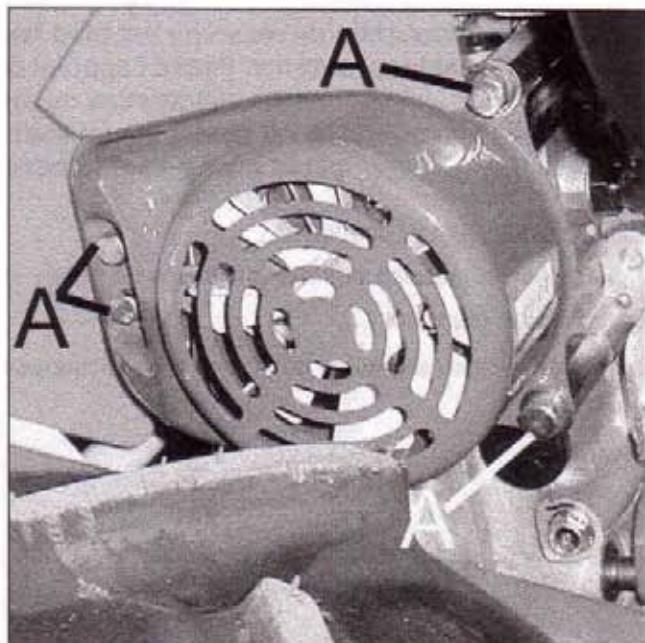

Figure 13
- Déposez en dévissant ses 4 vis, le carter se trouvant sur le bloc de transmission hydrostatique (figure 13, repère A).